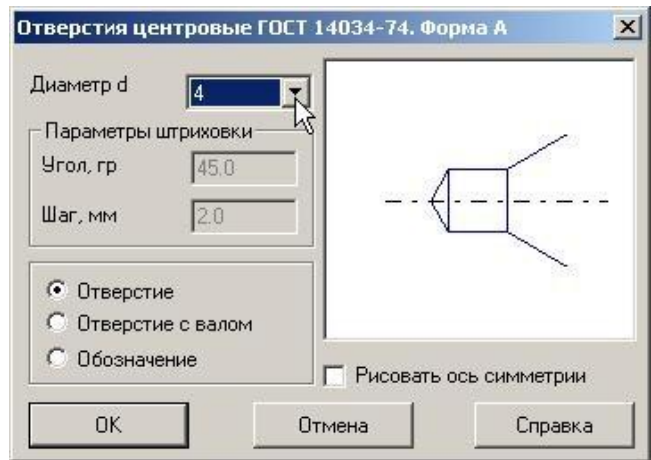
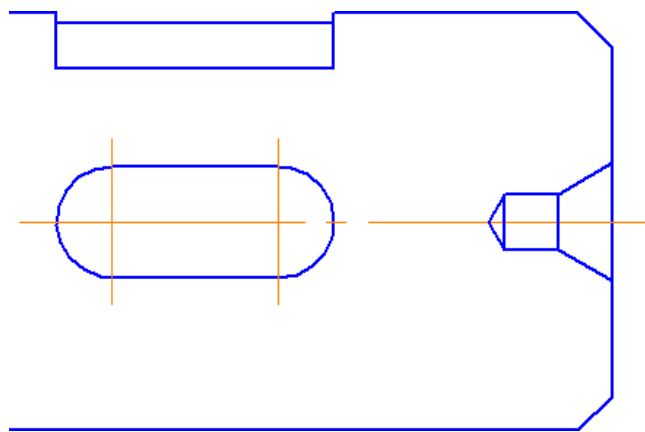

Рис. 9
Рис. 10
5. Для выполнения центрального отверстия откройте *Конструкторскую библиотеку* и выберите *Центровые отверстия «С углом конуса 60 гр»* в разделе *Конструктивные элементы*. Установите параметры отверстия согласно рис. 9 (ось симметрии должна быть отключена) и вставьте в чертеж, рис. 10.